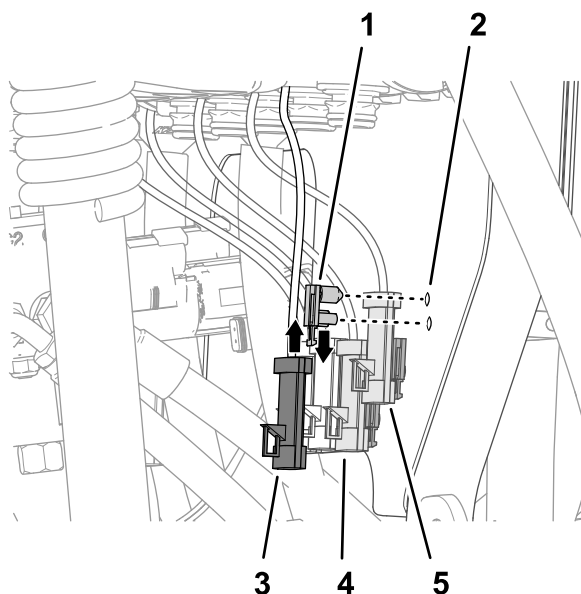

Figura 113
1. Montate i dispositivi di fissaggio a spinta dell'ancoraggio del connettore sui fori nel supporto della valvola (Figura 113).